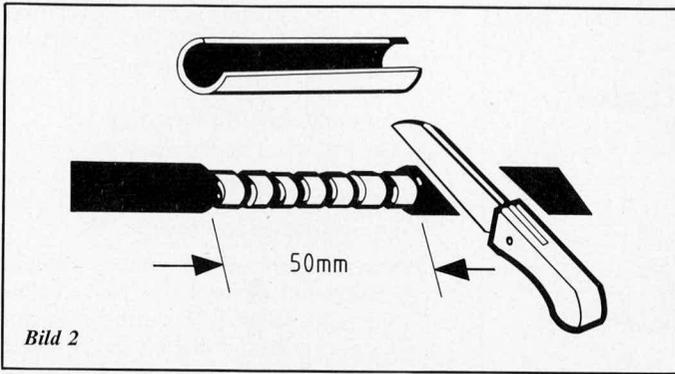

Bild 2
1. Schutzschlauch der Tachowelle auf einer Länge von 50 mm vorsichtig abmanteln (Bild 2).